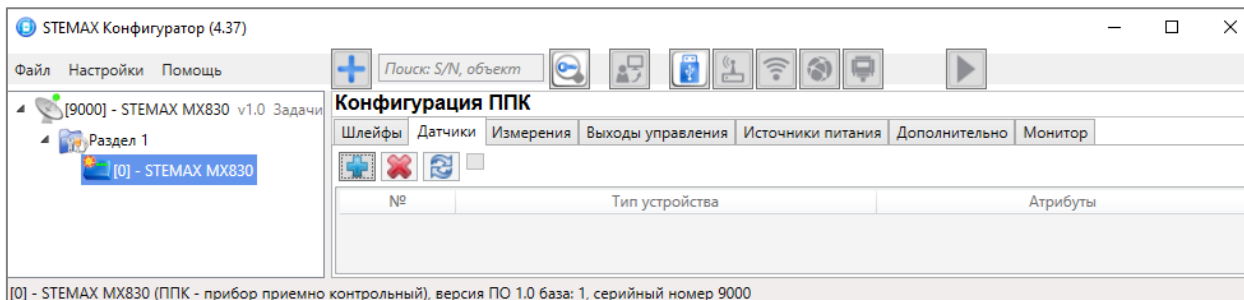

Рисунок 4.41 — Вкладка *Датчики*
4. В верхней части вкладки *Датчики* (см. рисунок 4.41) нажмите кнопку  и дождитесь, пока программа *STEMAX Конфигуратор* запишет модуль расширения в конфигурацию контроллера.
1. На вкладке *Датчики* нажмите кнопку  (см. рисунок 4.41).